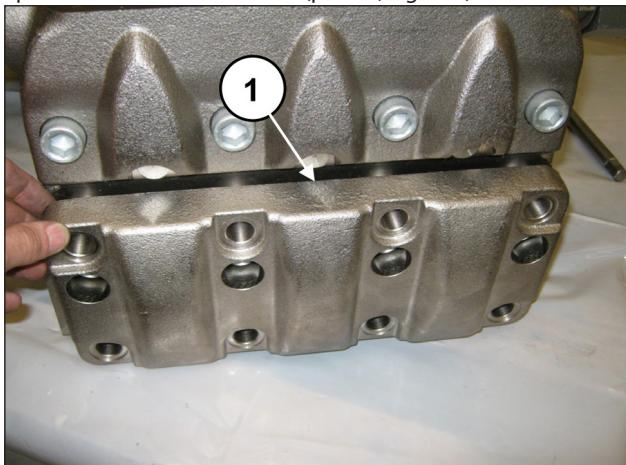
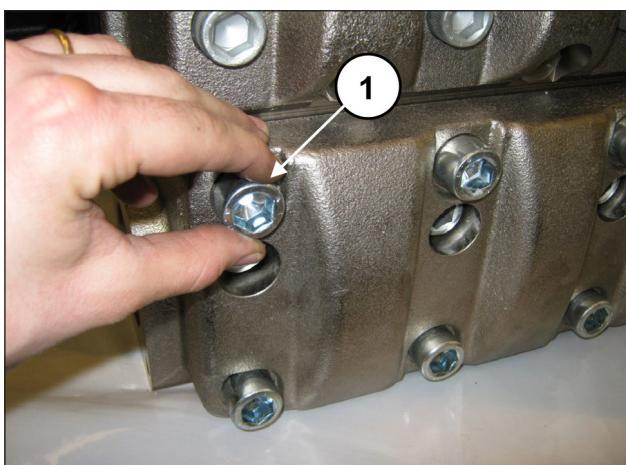

Fig. 154
Fig. 155
Al terminar de montar los grupos de la válvula de aspiración, aplicar la tapa de las válvulas de aspiración (pos. ①, Fig. 154) y apretar los 8 tornillos M18x50 (pos. ①, Fig. 155).